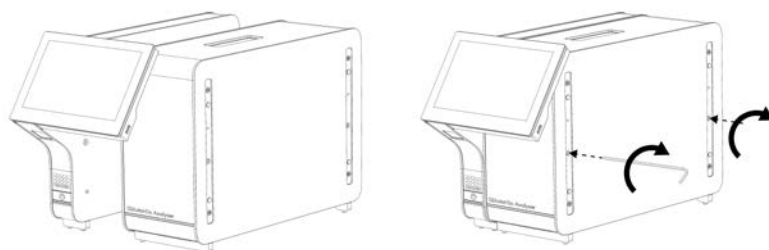

Figura 6. Conectando o Módulo operacional ao Módulo analítico.
3. Remova o Módulo operacional da respectiva caixa e encaixe-o do lado esquerdo do Módulo analítico. Aperte os parafusos com a Ferramenta de montagem do Módulo analítico-operacional fornecida com o QIAstat-Dx Analyzer 1.0 (Figura 6).